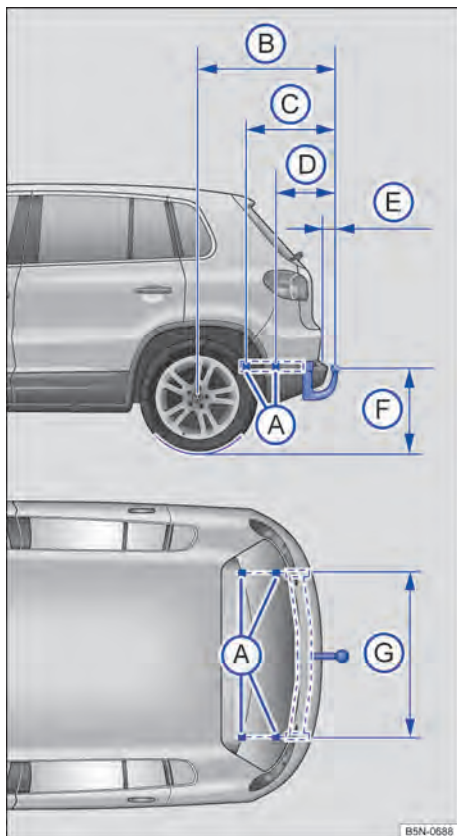

Fig. 113 Dimensões e pontos de fixação para instalar um dispositivo de reboque posteriormente.
⇒ **Fig. 113 (E)** não pode nunca ficar abaixo do valor definido. Isso também se aplica a um veículo totalmente carregado, incluindo a carga de apoio máxima.
Medidas de distância ⇒ **Fig. 113:**